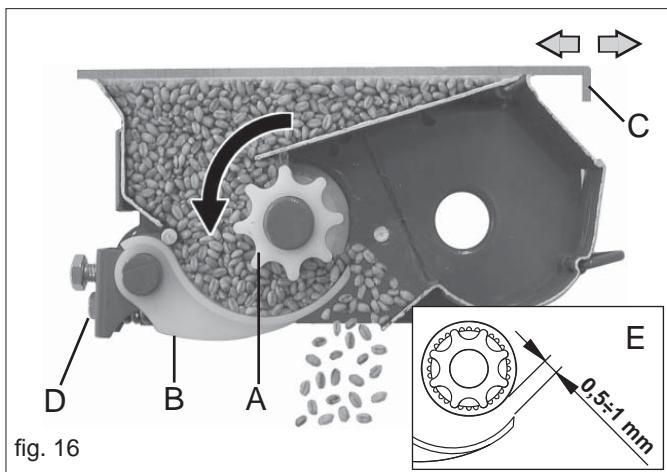

fig. 16
N°7, pour graines de grosses dimensions (petits pois, soja, etc.). Les tâteurs (cf. B Fig. 16) positionnés correctement garantissent une distribution fluide et constante des graines.
- 3) moyennant la vis (D), régler la distance entre le tâteur et le rouleau de distribution à 0,5 ÷ 1 mm (cf. E Fig. 16).
Les lames de fermeture des bouches (cf. C Fig.16) de sortie de la graine de la trémie ont **deux positions de réglage**: